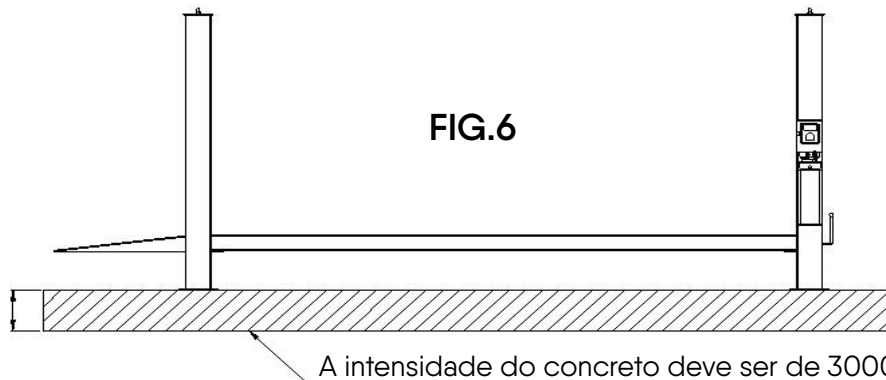

FIG.6
D. ESPECIFICAÇÕES DO CONCRETO (VER FIG. 6)